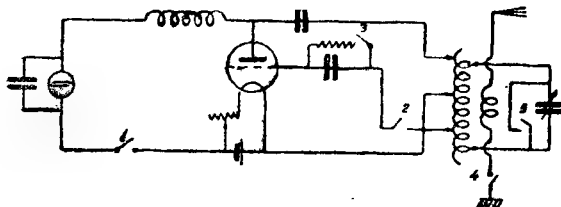
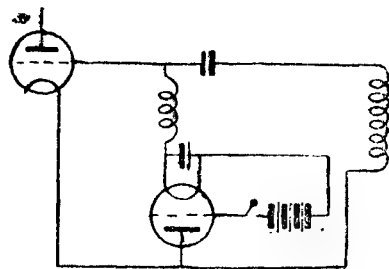

Рис. 1
Рис. 3
К прекращению колебаний приводит также размыкание цепи гридлика, приведенное на рис. 1 (точка 3). На этом же принципе работает и схема (рис. 3), где в качестве гридлика использована лампа, сопротивление которой возрастает при раз-
Цепь анода разрывается сравнительно часто. Это может осуществляться, как показано на рис. 1 (1). При наличии высокого напряжения в цепь анода включается вместо ключа специаль-